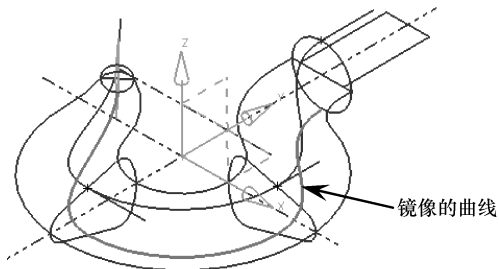

图 5-24 创建镜像曲线
- 20 选择【曲线】选项卡【派生曲线】组中的【镜像曲线】命令，将 3 条桥接曲线以 XC-YC 基准平面作为镜像平面，镜像至基准平面另一侧，如图 5-24 所示。